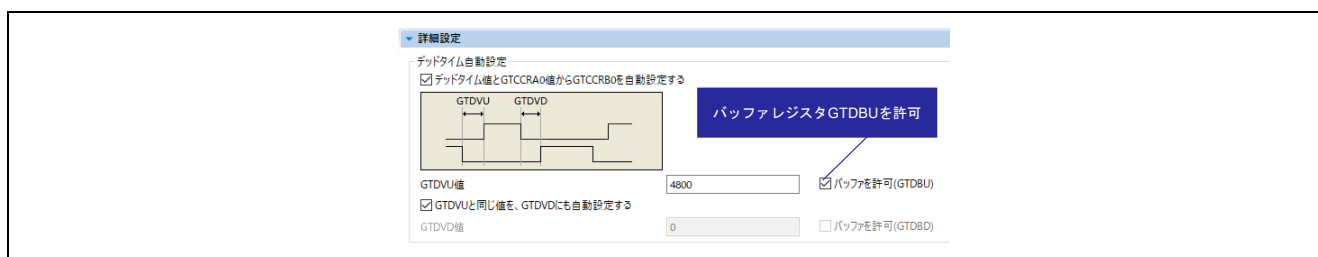

図 4-77 スマート・コンフィグレータのデッドタイム自動設定
GTCNT カウンタのアンダフロー割り込み（GTCIU0）で GTDBU の値を書き換えます（図 4-77 ①）。GTDBU の値は GTCNT カウンタのアンダフロー発生時（谷）に、デッドタイム設定レジスタ GTDVU へ転送（図 4-77 ②）され、更新後のデッドタイム期間を確保した波形が出力されます（図 4-77 ③）。
3 周期目は 1 周期目の終わりに書き換えた GTDBU の値が GTDVU へ転送（図 4-77 ④）されます。
4 周期目のデッドタイム設定は逆相の前側の変化ポイントがデッドタイムエラー（GTCRA-GTDVU<0）となるため、変化ポイントが補正された正相と逆相の波形が出力されます（図 4-77 ⑤）。